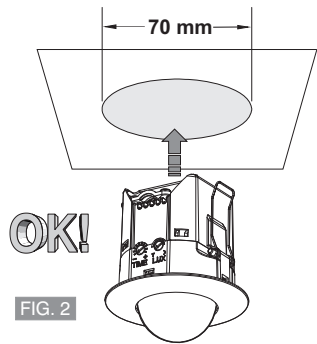

FIG. 2
- Eseguire un foro del diametro di circa 70 mm nel controsoffitto (fig. 2).